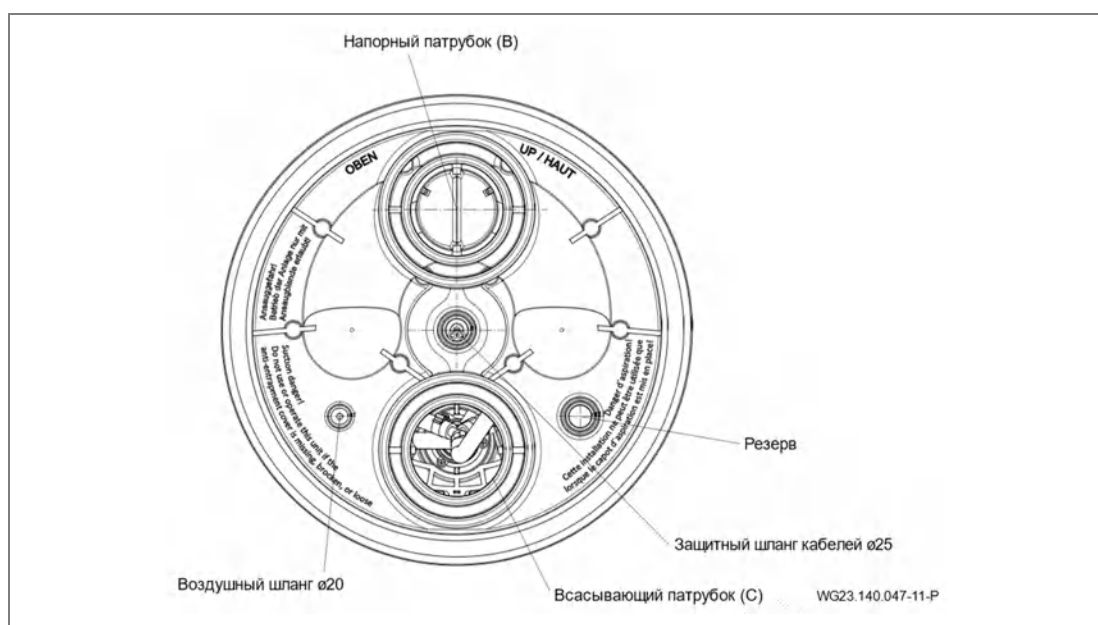

Рис. 16
1. Вклеить защитный шланг кабелей и наружный воздушный шланг. (Рис. 16)